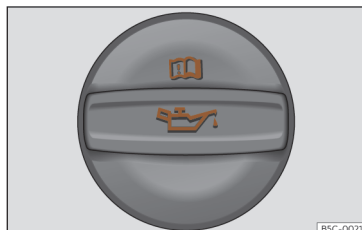

Fig. 201 Dans le compartiment-moteur : couvercle de l'orifice de remplissage d'huile moteur.
- Retrouvez l'orifice de remplissage d'huile moteur. Il peut être reconnu par le symbole  qui se trouve sur le couvercle >>> **fig. 201**.
- Dévissez le couvercle de l'orifice de remplissage d'huile moteur >>> **fig. 201**.